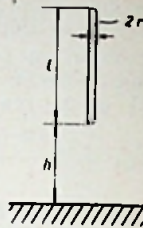

Fig. 20
b) Bij een verticale antenne met een lengte van l cm en een draaddikte van $2r$ cm, die op h cm boven de aarde is aangebracht (zie fig. 20) wordt de capaciteit